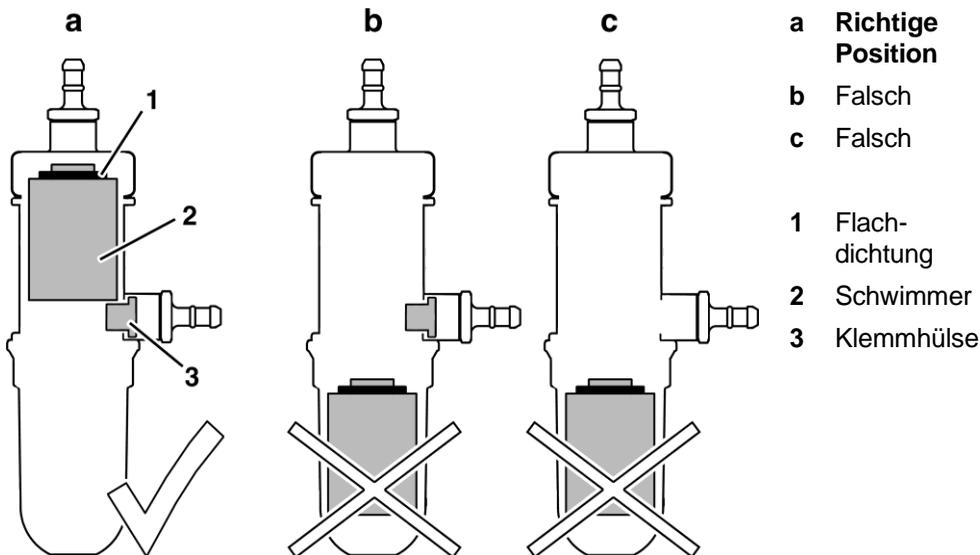

Bild 3: Position des Schwimmers und der Klemmhülse
- Ohne Klemmhülse (Bild 3, Position **c**)
- Mit Schwimmer im Kondensatgefäß (Bild 3, Position **b** und **c**)